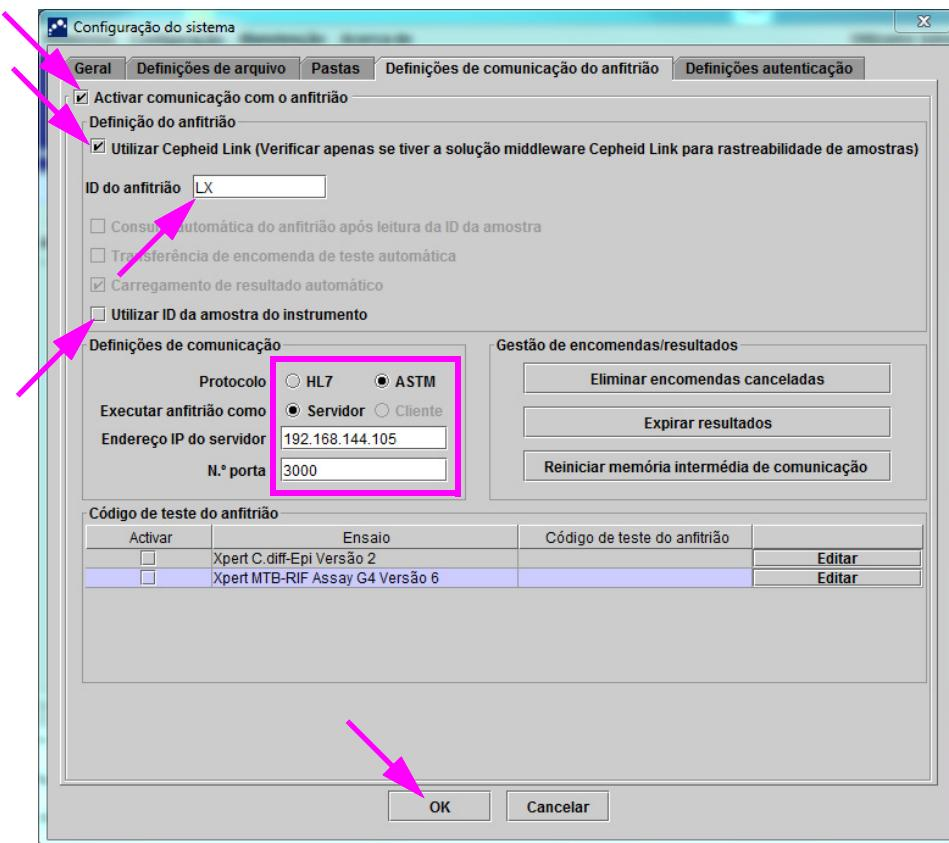

Figura 2-82. Espaço de trabalho de definições de comunicações com o anfitrião configurado para o Cepheid Link
2. Seleccione o botão **DEFINIÇÕES DE COMUNICAÇÕES COM O ANFITRIÃO** (consultar figura 2-82) para visualizar o espaço de trabalho de definições de comunicações com o anfitrião. Consulte figura 2-82.
3. Para activar a comunicação do anfitrião, assinale a caixa de verificação **Activar comunicação do anfitrião** no canto superior esquerdo do espaço de trabalho (consultar figura 2-82). Tal permite a selecção de outras opções no ecrã Definições de comunicações com o anfitrião.
4. Assinale a caixa de verificação **Utilizar o Cepheid Link** para configurar a comunicação do anfitrião para o Cepheid Link. Depois de seleccionar a caixa de verificação **Utilizar o Cepheid Link**, a maioria da configuração realizar-se-á automaticamente. Consulte figura 2-82.
8. Depois de configurar as comunicações com o anfitrião para o servidor Cepheid Link, seleccione o botão **OK**. Consulte figura 2-82.